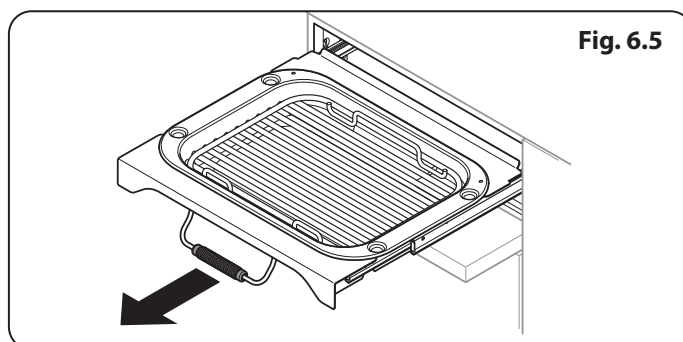
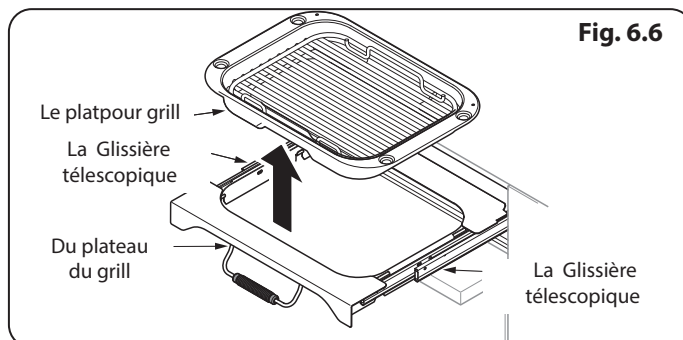

Fig. 6.5
Fig. 6.6
1. Pour retirer le plat pour grill, tirez l'ensemble du plateau vers l'avant (**Fig. 6.5**) puis soulevez le plat pour grill de l'ensemble du plateau du grill (**Fig. 6.6**).